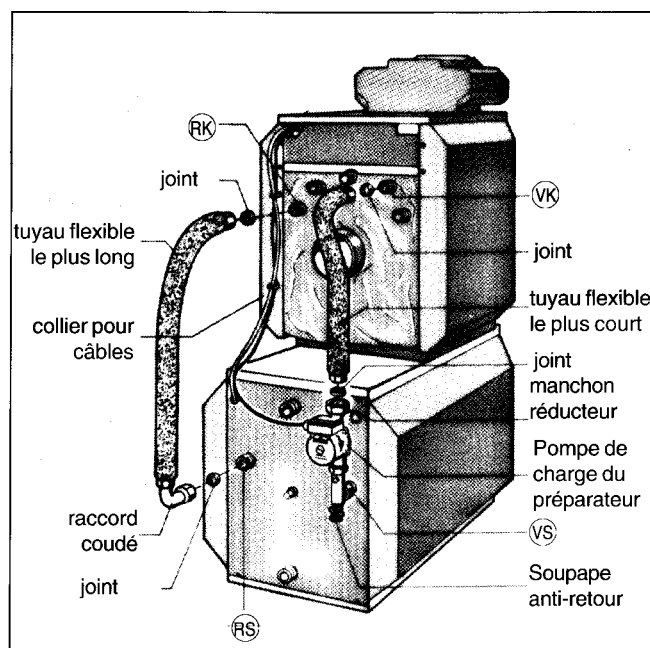

Fig. 6
- Visser les écrous-raccords du tuyau flexible le plus court respectivement au manchon réducteur et au départ chaudière (VK) (fig. 6).
- Visser l'écrou du raccord coudé au retour préparateur (RS) (fig. 6).
- Visser les écrous-raccords du tuyau flexible le plus long respectivement au coude du retour préparateur (RK) et au retour chaudière (fig. 6).
- Placer la conduite de sonde et le câble de raccordement de la pompe dans les passages de câble et les guider jusqu'à l'appareil de régulation (fig. 6).